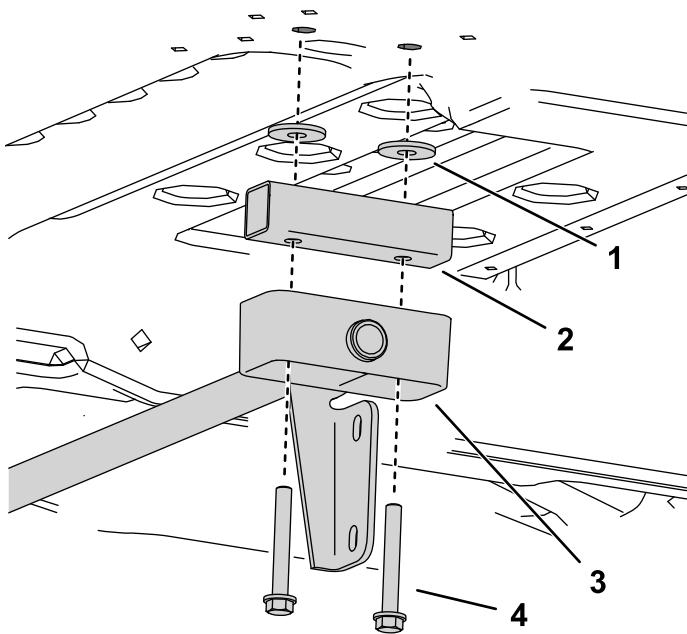

Bild 10
2. Fluchten Sie die Drehzapfen der Ladepritschendistanzstücke direkt über den Drehbüchsen aus und befestigen Sie die Scharnierhalterung mit den langen Schrauben an der Ladepritsche (Bild 10).